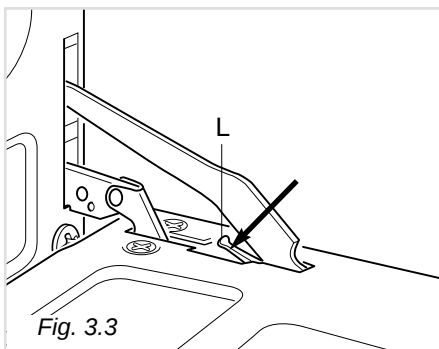

Fig. 3.3
- Pousser vers le bas le levier "L" fig. 3.3 et, tout en le maintenant dans cette position, fermer lentement la porte de façon à bloquer la charnière.